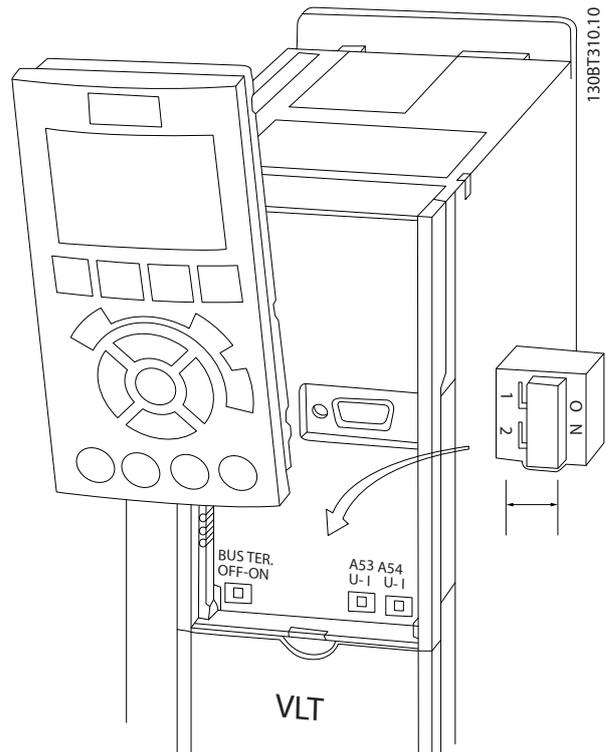

Abbildung 2.21 Lage der Klemmschalter 53 und 54 und Busabschlusschalter
- Sie erreichen die Schalter, indem Sie das LCP abnehmen (siehe *Abbildung 2.21*).